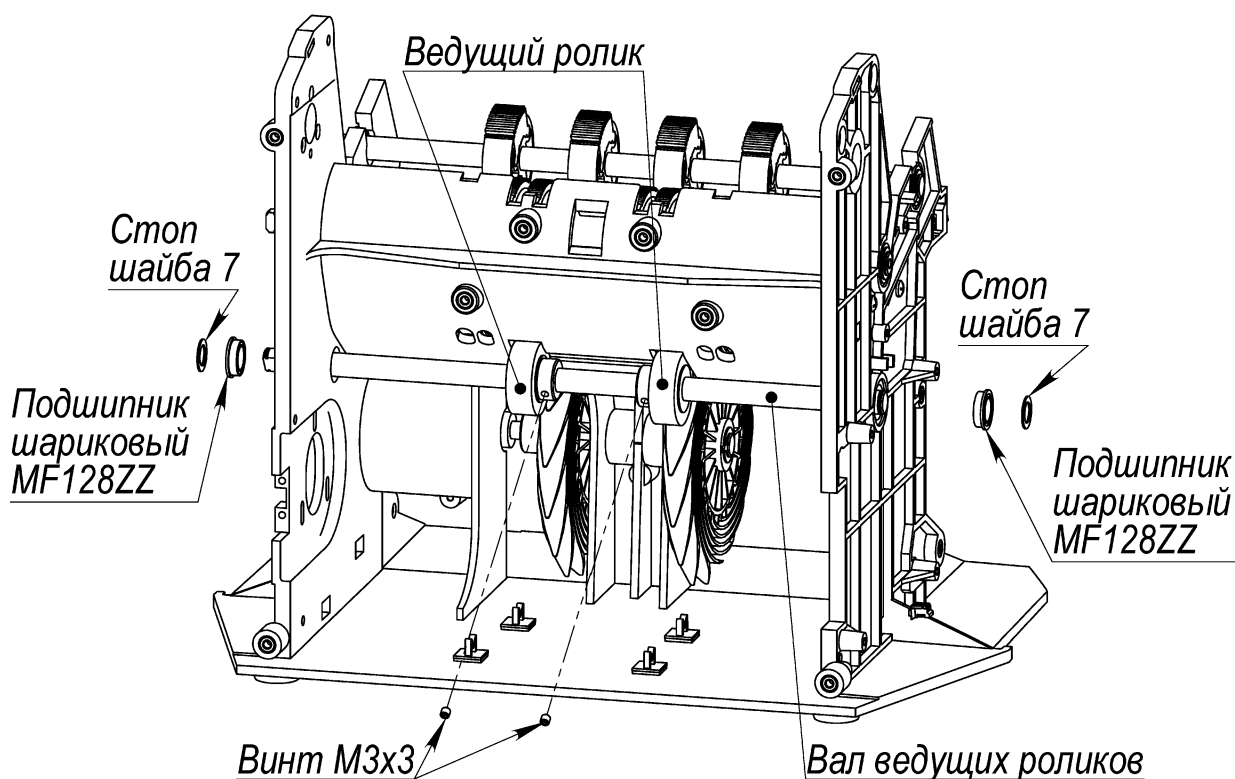

Рис. 56
8.16.1 Вывинтить два винта U3 - M3x3 крепления ведущих роликов к валу ведущих роликов (см. Рис. 56).
8.16.2 Снять стоп шайбы 7 W0003 и подшипники шариковые MF128ZZ с вала ведущих роликов (см. Рис. 56).